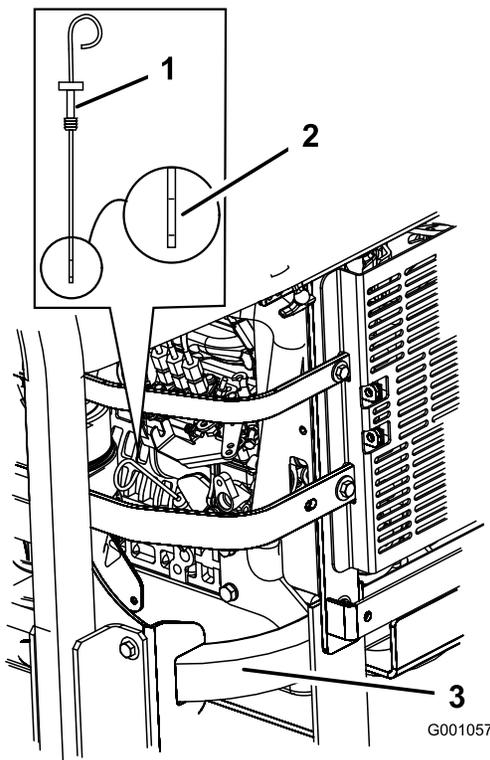

Figura 37
3. Limpie alrededor de la varilla de nivel de aceite (Figura 37) de forma que la suciedad no penetre por el orificio de llenado y cause daños en el motor.
4. Retire la varilla de aceite y limpie el extremo metálico (Figura 37).
5. Introduzca la varilla a fondo en el tubo de llenado. Retire la varilla y observe el extremo metálico (Figura 37). Si el nivel de aceite es bajo, vierta lentamente sólo la cantidad de aceite suficiente en el orificio de llenado para que el nivel llegue a la marca Lleno.